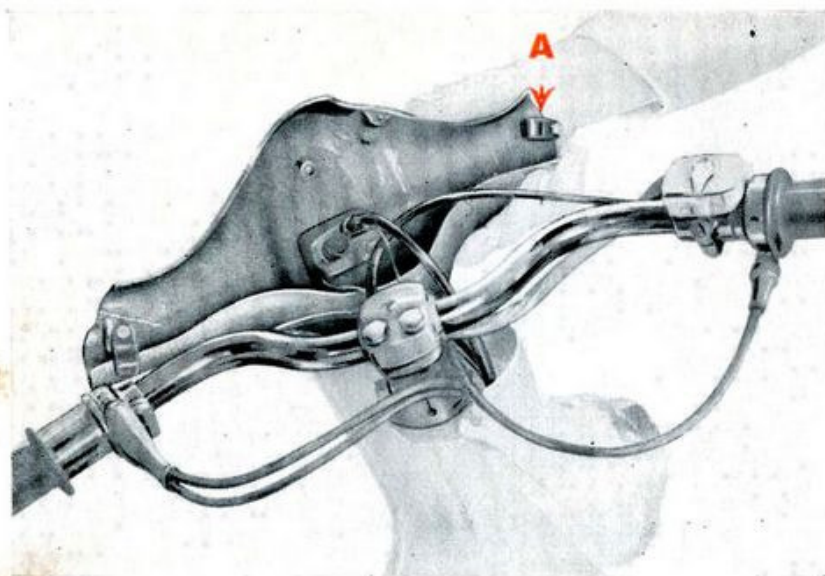

Fig. 36
- 2) Svitare e togliere la vite di bloccaggio dell'anello di ancoraggio cavi (vedi punto A, fig. 36); alzare la copertura per facilitare le ulteriori operazioni.